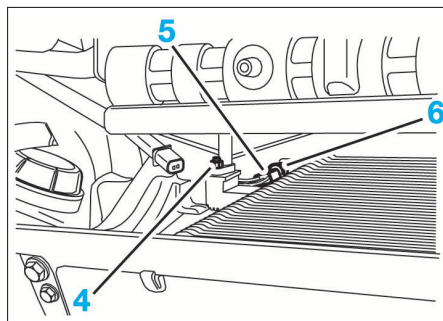

FIG. 21
- le déflecteur (2) sur face avant
- les deux vis supérieures (3) des supports radiateur.
- Déposer la fixation supérieure (4) (Fig.21) du tuyau condenseur.